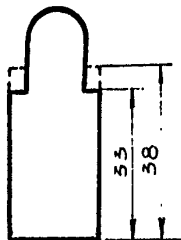

Рис. 5.15 Хомут рессоры
4) доработать новые хомуты из комплекта газового оборудования как указано на рис.5.15;